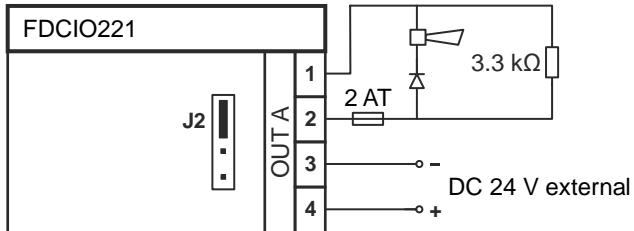
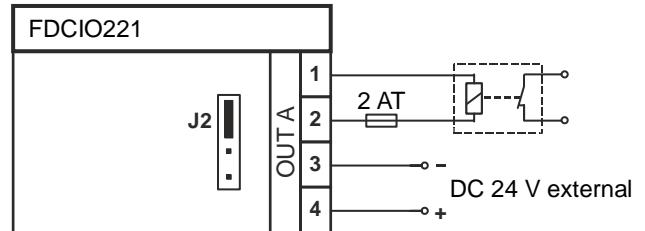
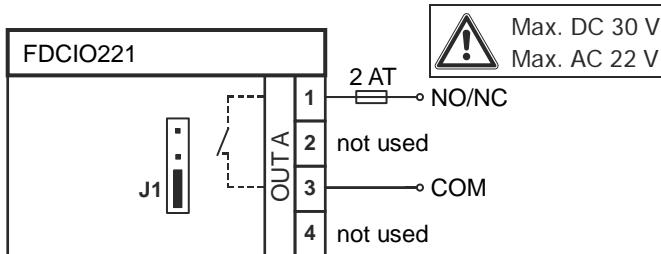

Fig. 9
Fig. 10
Fig. 11
- 'Normal operation' output: Fig. 9
- 'Inverted operation' output: Fig. 10
- Output not monitored: Fig. 11
- DC 24 V supply: Fig. 9/Fig. 10
4. Connect the jumper to J1/J2 depending on how the output is being used and connect the additional components as shown in Fig. 9, Fig. 10 or Fig. 11. Be sure to connect the resistor (Fig. 9) at the end of the line.
- Ausgang 'Normaler Betrieb': Fig. 9
- Ausgang 'Invertierter Betrieb': Fig. 10
- Ausgang nicht überwacht: Fig. 11
- DC 24 V-Speisung: Fig. 9/Fig. 10
4. Stecken Sie den Jumper auf J1/J2 entsprechend der Einsatzart des Ausgangs und schließen Sie die zusätzlichen Komponenten gemäß Fig. 9, Fig. 10 oder Fig. 11 an. Achten Sie darauf, dass der Widerstand (Fig. 9) am Ende der Leitung angeschlossen wird.